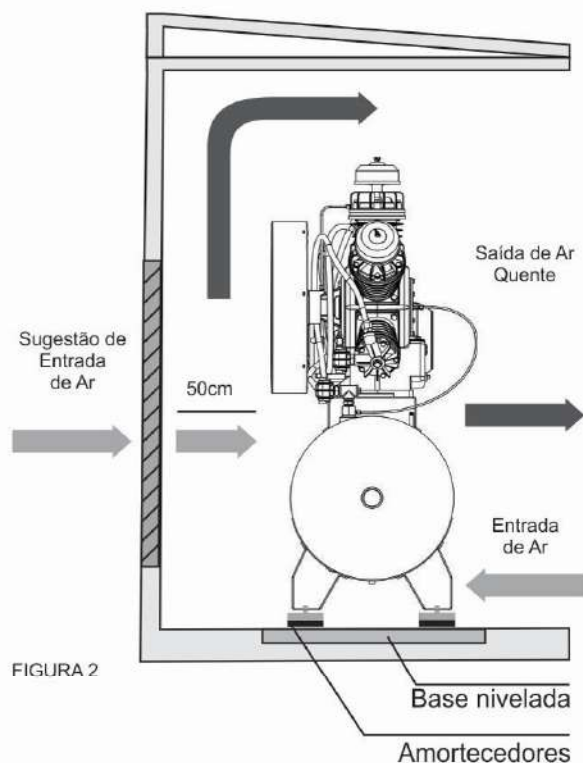

FIGURA 2
4.5 Instalar o equipamento em uma distância mínima de 50 cm da parede com amortecedor de vibração adquirido pelo cliente. Figura 2